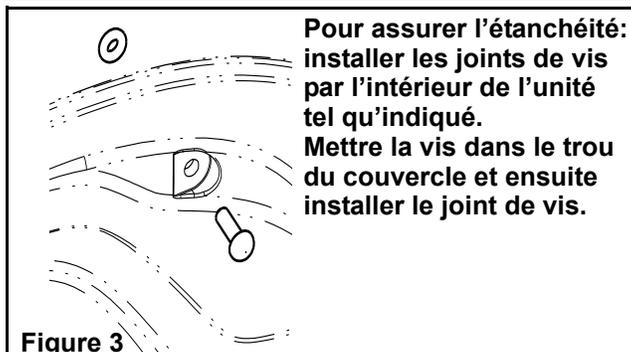

Figure 3
10. Installer le couvercle clair à l'aide des 6 vis inviloables. Afin d'assurer l'étanchéité, il est très important d'installer les joints pour vis par l'intérieur de l'unité. Se référer à la figure 3. Serrer les également avec un couple approximatif de 5 lb.-pi. **NE PAS TROP SERRER LES VIS.**